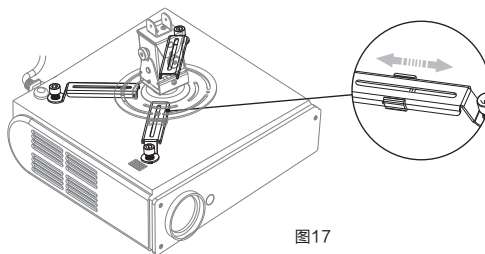

图17
- 2、把所需要的安装臂(4-3)安装到安装支架(4-1)上。然后把安装臂(4-3)装到投影机,尽量把安装底盘(4-6)保持在投影机的中心位置,通过调整滑动安装部件(4-5)的位置将安装臂(4-3)连接安装底盘(4-6)如图17。